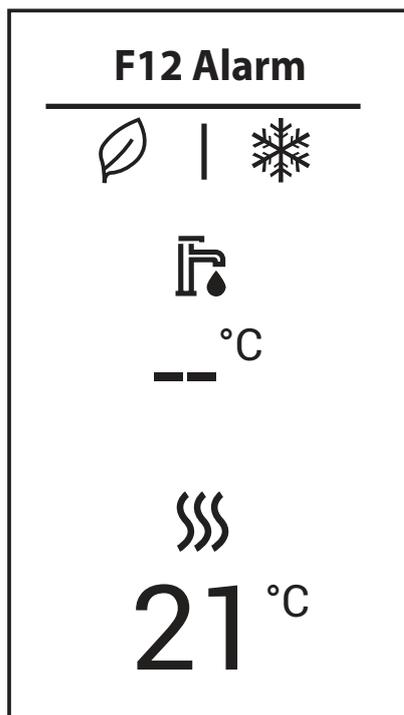

рис. 6
**Неисправность типа сообщения (рис. 6):** Подобная неисправность не нарушает работу котла. Сообщение исчезнет, когда проблема будет решена.